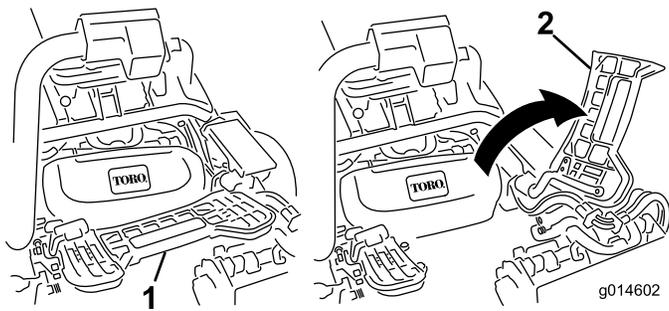

Рисунок 29
1. Поднимите и поверните вверх подножку, открывая доступ к центральному режущему блоку (Рисунок 29).